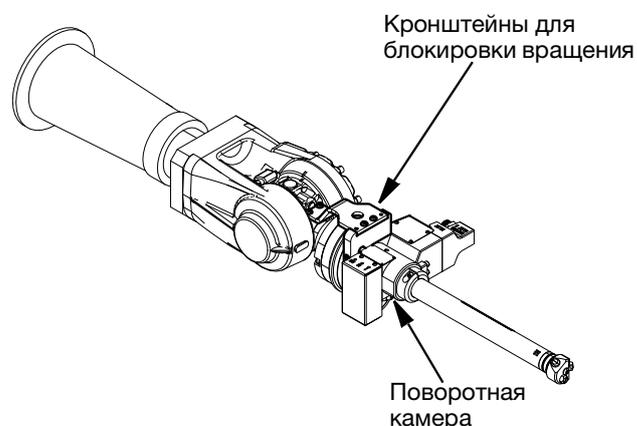

FIG. 3
После монтажа пистолета Switch 3D на работе необходимо установить на корпус поворотного шарнира кронштейны для блокировки вращения (619) и к точке крепления на работе, используя винты с шестигранной головкой. Точная установка кронштейнов для блокировки вращения будет зависеть от используемого робота и комплекта. Пример установки см. на FIG. 3, а артикул камеры поворотного шарнира на стр. 30.